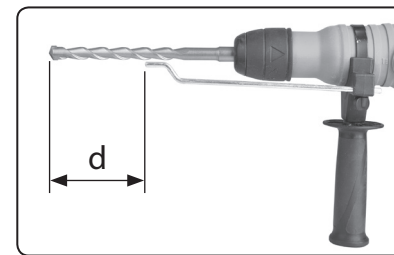

Abb. 5
- Zwecks Messung der Tiefe zum Bohren/Ausschneiden mit Bohrkronen kann man in den Griff den Tiefenanschlag schieben und diesen auf die geforderte Bohrtiefe einstellen. Durch die Entfernung zwischen dem Ende des Tiefenanschlages und Bohrerende wird die Tiefe der Bohrung festgelegt, siehe Abb. 5.
- Stellen Sie mit Hilfe des Tiefenanschlages die gewünschte Bohrtiefe ein (Abb. 5) und sichern Sie dann den Tiefenanschlag durch Anziehen der Flügelmutter.**